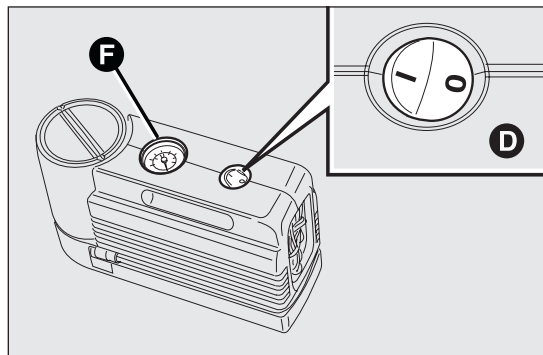
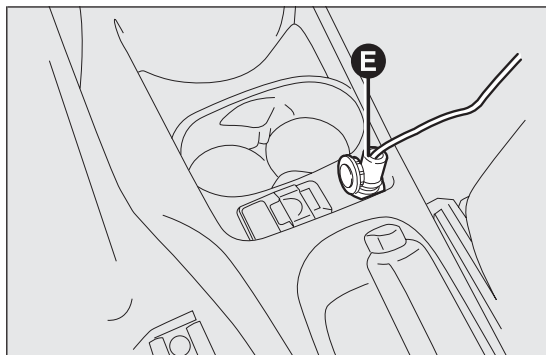

Abb. 105
Abb. 106
- ☐ Prüfen, dass der Schalter D Abb. 105 des Kompressors auf 0 steht (AUS), den Motor starten, den Stecker E Abb. 106 in die Steckdose stecken und den Kompressor einschalten, indem man den Schalter D Abb. 105 auf die Position I bringt (EIN). Den Reifen auf den vorgeschriebenen Druck gemäß des Abschnitts „Reifendruck“ im Kapitel „Technische Daten“ aufpumpen.
Für eine genaue Ablesung wird empfohlen, den Wert des Drucks auf dem Druckmesser F Abb. 105 bei ausgeschaltetem Kompressor zu prüfen;